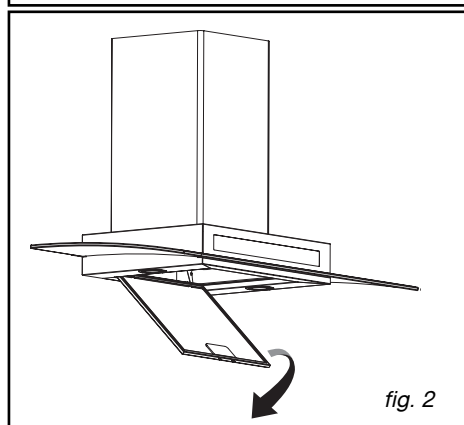

fig. 2
- Incline o filtro de cassete para baixo (fig. 2).